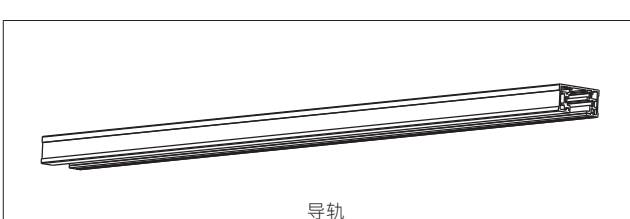

图1
- 1、安装本产品前需另购西顿照明的三线导轨条，各大西顿照明灯具专卖店均有销售；（如图1）